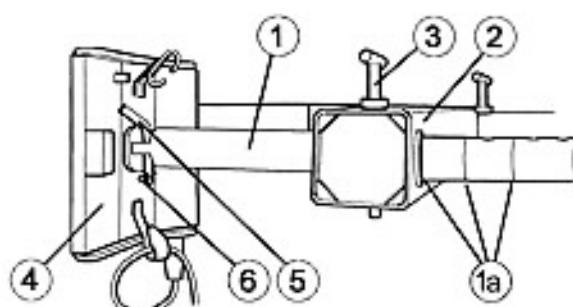

Bild 18 / Fig. 18
⇒ Insert the heating plate shaft (fig.18, pos.1) for the interior heating plate in the left arm (fig. 18, pos. 2) (opposite the pressure cylinder) and secure it with the locking pin (fig. 18, pos.3).
- The heating plate shafts have red marks (fig. 18, pos.1 a). If one of these marks is on the edge of the arm, then the corresponding securing hole is in the right position for inserting the locking pin.
- ⇒ Fit the interior (smaller) heating plate (fig.18, pos.4) on the heating plate shaft and secure it with the locking pin (fig.18, pos.5).
- ⇒ Secure the locking pin with the safety pin (fig. 18, pos. 6).
⇒ Insérer le support plaque chauffante intérieure (fig.18, pos.1) dans l'élément gauche du bâti (fig.18, pos.2) (en face du vérin de pression) et le bloquer avec la broche de fixation (fig.18, pos.3).
- Les supports plaque chauffante sont marqués d'entailles rouges (fig.18, pos.1a). Si l'une de ces entailles est placée directement sur le bord de l'élément du bâti, le trou de fixation correspondant est positionné de manière appropriée pour insérer la broche de fixation.
⇒ Mettre la plaque chauffante intérieure (plus petit modèle) (fig.18, pos.4) sur le support plaque chauffante et la bloquer à l'aide de la broche de fixation (fig.18, pos.5).
- ⇒ Immobiliser la broche de fixation à l'aide de la goupille de sécurité (fig.18, pos.6).
⇒ Heizplattenhalter (Bild 18, Pos. 1) für innere Heizplatte in linke Geräterahmenseite (Bild 18, Pos. 2) (gegenüber vom Spannzylinder) einsetzen und mit Haltebolzen (Bild 18, Pos. 3) abstecken.
Die Heizplattenhalter sind mit rot ausgelegten Einstichen versehen (Bild 18, Pos. 1a). Wenn sich einer dieser Einstiche am Rahmenrand befindet, ist die entsprechende Absteckbohrung in der richtigen Längsstellung zum Abstecken.
⇒ Innere (kleinere) Heizplatte (Bild 18, Pos. 4) auf Heizplattenhalter aufsetzen und mit Haltebolzen (Bild 18, Pos. 5) abstecken.
⇒ Haltebolzen mit Sicherungsfeder (Bild 18, Pos. 6) sichern.